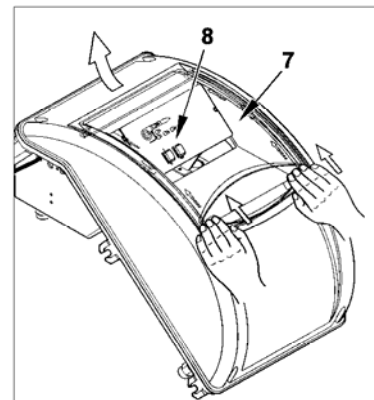

Рис. 4
- 4) Установите на место крышку электрической панели, затянув 4 винта 1 моментом около 5 Нм. С этой точки можно получить доступ к панели управления 8. Для этого нужно сдвинуть на небольшое расстояние прозрачный щиток 7 по направлению стрелок на рис. 4 и снять его с крышки.
Слегка поднимите соединение для выхода газа 8 (см. рис. 3) и вытащите весь узел смешения в направлении, указанном стрелкой (см. рис. 4). Выполните операции по обслуживанию, затем соберите «головку горения» следуя указанным выше инструкциям в обратном порядке. Проверьте правильность положения ионизационного электрода и электрода зажигания.